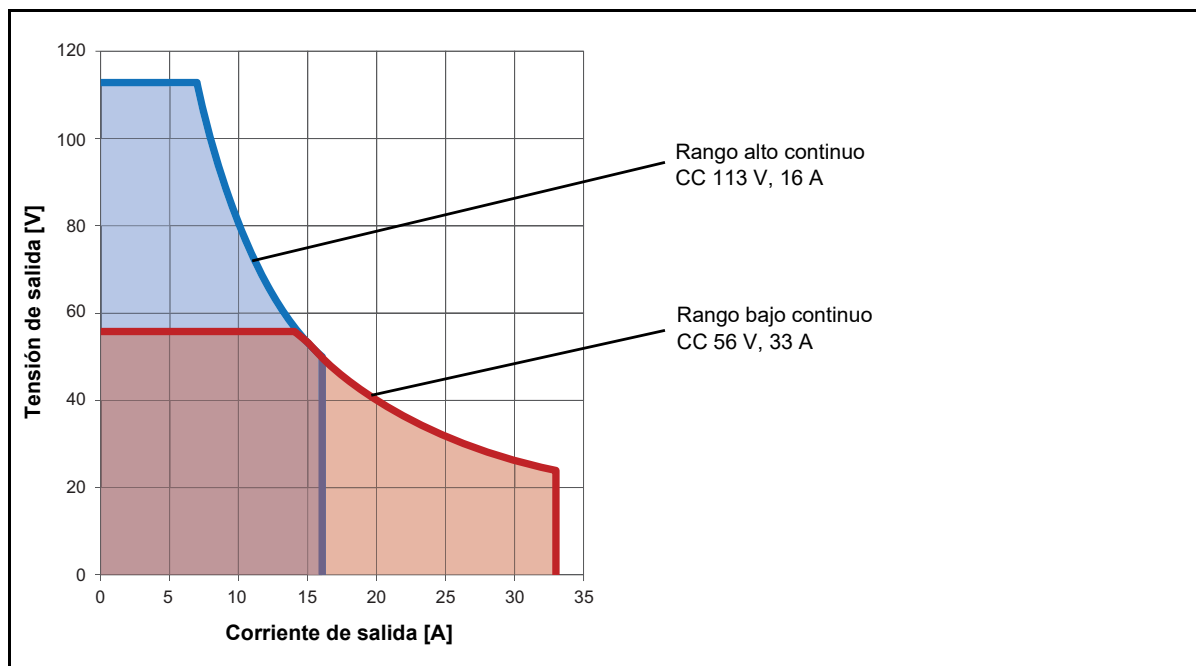

Figura 15-3: Rango de funcionamiento permitido 3 x CC 113 V 16 A
1. Véase Figura 15-3: "Rango de funcionamiento permitido 3 x CC 113 V 16 A" en la página 223